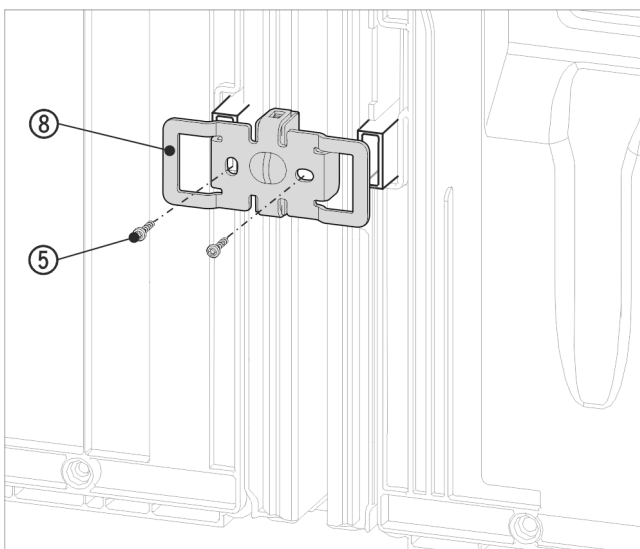

Fig. 18 Atvaizdo pavyzdys
- Įstumkite kampuočių Fig. 18 (8) iš naujo su angomis virš atstumo iki sienos nustatančios detalės laikiklio.
- Tvirtai prisukite 2 varžtais Fig. 18 (5).